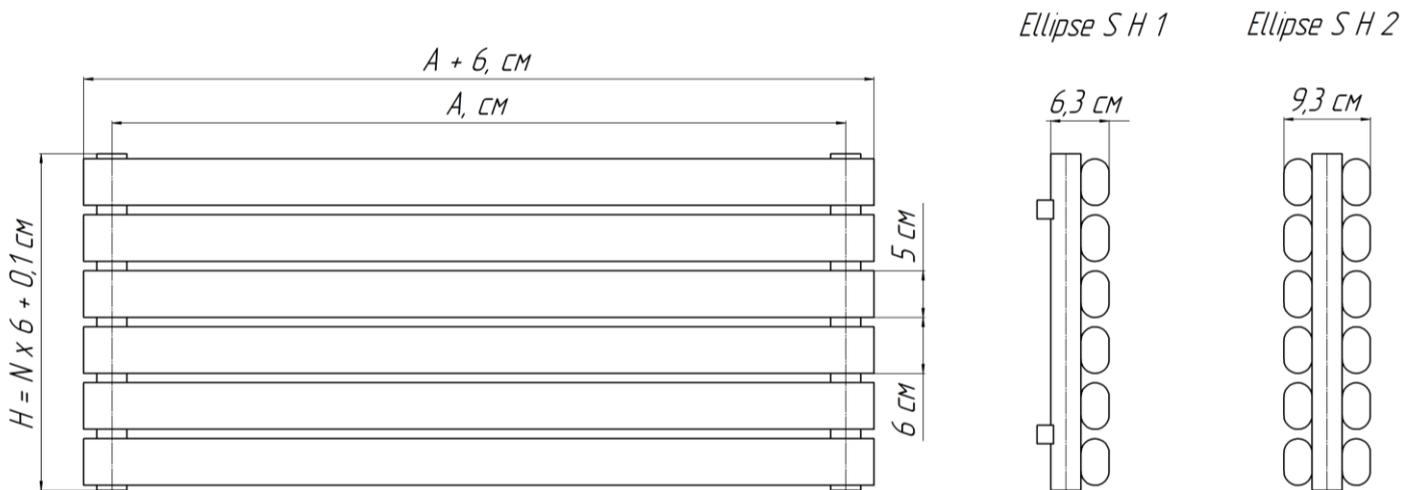

Рис. 1. Радиатор «ELLIPSE S H», где: А – межцентровой размер; N – количество секций; Н – габаритная высота.
2.1. Основные размеры и параметры радиаторов приведены на Рис.1 и в Таблице №1.